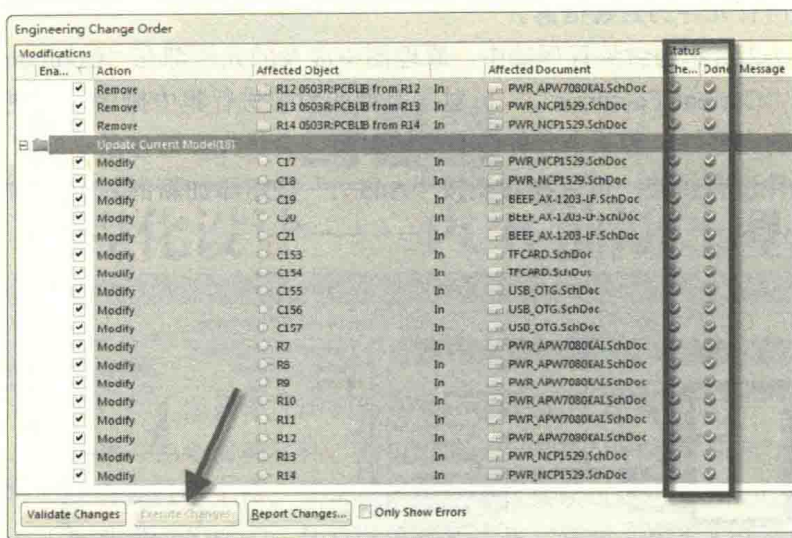

图 7-4 更新封装信息
(4) 对封装进行完编辑或添加等操作之后，按右下角的“Accept Changes (Create ECO)”按钮，在所得到的对话框中，对更新内容单击“Execute Changes”按钮，更新到原理图当中，如图 7-4 所示。